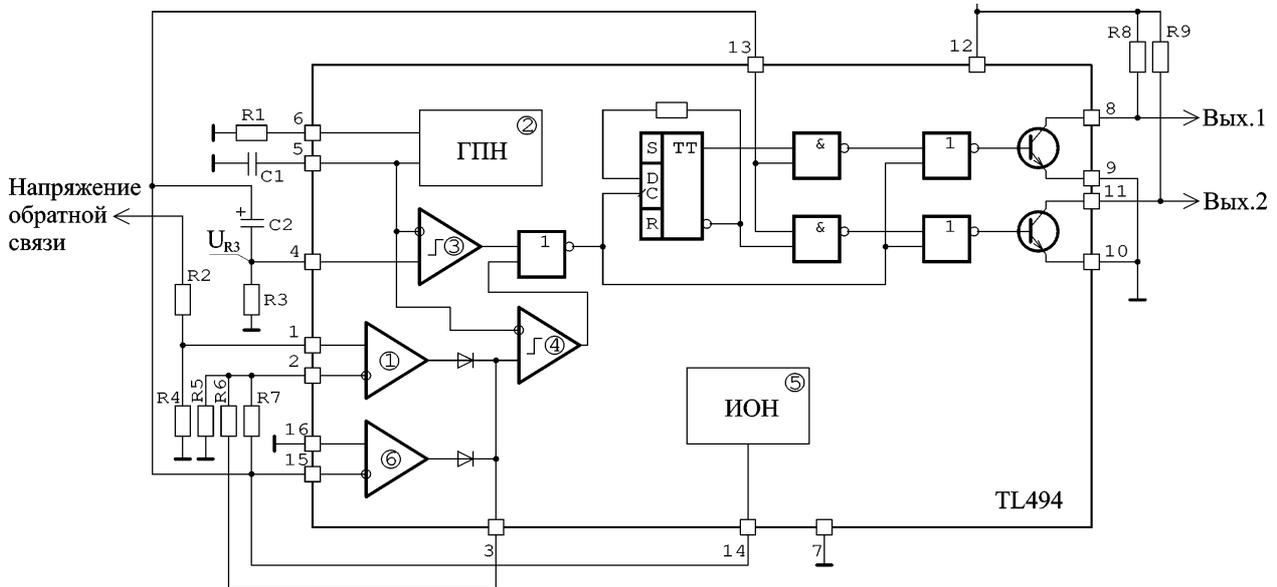
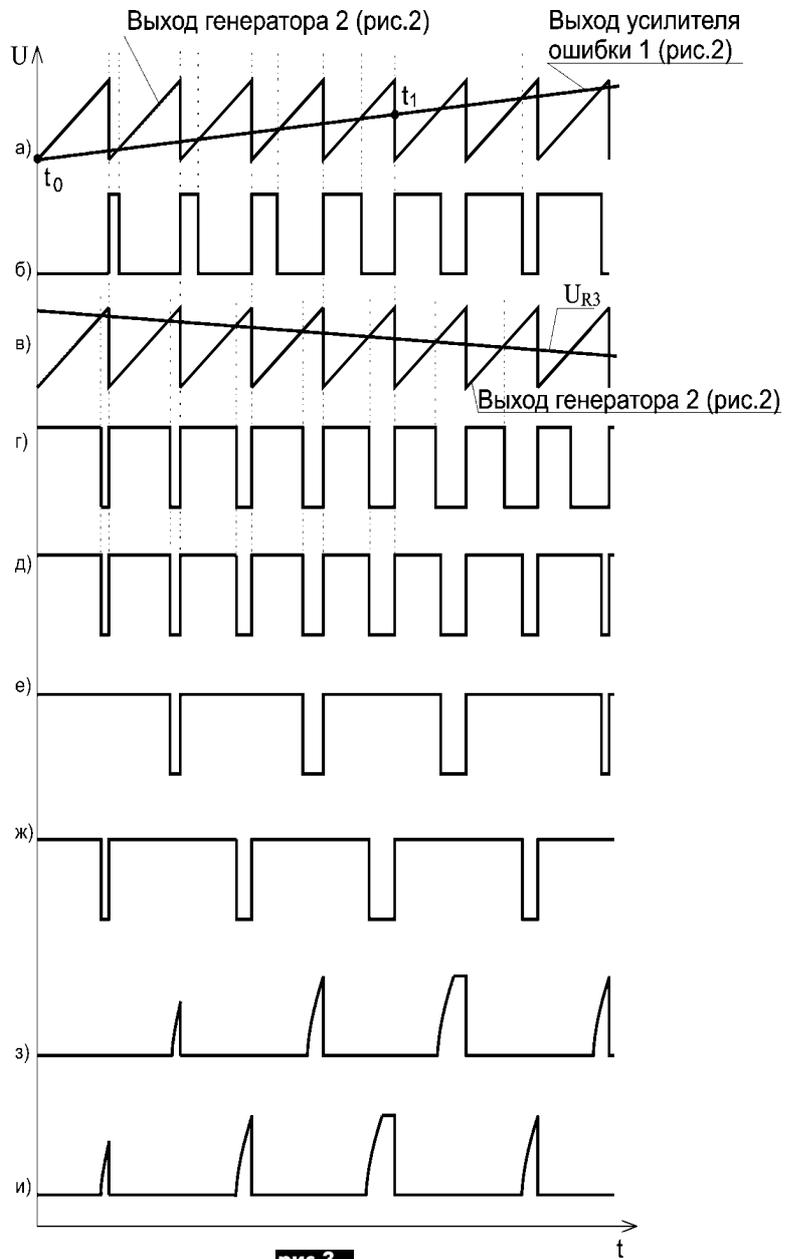

рис.2
рис.3
На рис.2 показаны схема включения микросхемы и структурная компоновка ее внутренних цепей. При подаче питания запускается генератор пилообразного напряжения 2 и источник опорного напряжения 5. Пилообразное напряжение с выхода генератора 2 (рис.3,а) подается на инвертирующие входы компараторов 3 и 4. На неинвертирующий вход компаратора 4 поступает напряжение от усилителя ошибки 1. Поскольку выходные напряжения источника питания в этот момент еще отсутствуют, сигнал обратной связи с делителя R2R4 на неинвертирующий вход усилителя ошибки равен нулю. На инвертирующий вход этого усилителя подается положительное напряжение с делителя R5R7, к которому уже подключено опорное напряжение  $U_{оп}$  с выхода ИОН. Выходное напряжение усилителя ошибки 1 в первоначальный момент равно нулю, но в процессе увеличения напряжения в цепи обратной связи с делителя R2R4 оно нарастает. Напряжение на выходе усилителя ошибки также увеличивается. Поэтому выходное напряжение компаратора 4 имеет вид последовательности нарастающих по ширине импульсов (рис.3,б).
росхемы. На этот вывод подается напряжение с внешней RC-цепи C2R3, соединенной с шиной опорного напряжения  $U_{оп}$ . При появлении опорного напряжения оно прикладывается к этой цепи. По мере заряда конденсатора C2 ток через него и резистор R3 уменьшается: напряжение  $U_{R3}$  на резисторе R3 имеет форму спадающей экспоненты (рис.3,в). Выходное напряжение компаратора 3 представляет собой последовательность импульсов, уменьшающихся по ширине (рис.3,г). Из диаграммы выходных напряжений компараторов 3 и 4 (рис.3,б, г) видно, что они взаимно противоположны.
импульса на выходе логического элемента определяется наиболее широким входным импульсом. Выходное напряжение элемента "ИЛИ" показано на рис.3,д, из которого следует, что в начальный момент времени ширина выходных импульсов компаратора 3 превышает ширину выходных импульсов компаратора 4, поэтому переключения компаратора 4 не влияют на ширину выходного импульса элемента "ИЛИ".
В интервале времени ( $t_0; t_1$ ) (рис.3,а) определяющую роль играет выходное напряжение компаратора 3. На рис.3,е,ж показаны выходные импульсы на коллекторах транзисторов VT1, VT2. Ширина этих импульсов в интервале ( $t_0; t_1$ ) плавно нарастает. В момент  $t_1$  выходной импульс компаратора 3 сравнивается с выходным импульсом компаратора 4. При
де 8 микросхемы DA1 присутствует высокое напряжение (транзистор внутри микросхемы закрыт), открываются полевые транзисторы VT3 и VT7. Последний шунтирует емкость затвора транзистора VT9, мгновенно разряжая ее. Транзистор VT5 закрыт. Как только на выводе 8 микросхемы установится низкое напряжение, транзисторы VT3 и VT7 закроются, а VT5 откроется и на затвор транзистора VT9 поступит отпирающее напряжение. Резистор R18 предотвращает выход из строя транзисторов VT5, VT7, если один из них закрыт, а другой открыт не полностью. Осциллограммы напряжений на затворах транзисторов VT9, VT10 показаны на **рис.3,з, и**.
**Настройка.** Перед первым включением преобразователя в сеть следует снять сетевое напряжение с силовых цепей и подать питание только на трансформатор Т2. В первую очередь убеждаются в напряжении питания  $+15\text{ В}$  с выхода DA2. Затем с помощью осциллографа убеждаются в наличии импульсов на затворах полевых транзисторов VT9, VT10 и соответствии их осциллограммам рис.3.з. и. При замыкании накоротко конденсатора С3 импульсы должны исчезать, а на затворах VT9, VT10 устанавливаться нулевое напряжение.